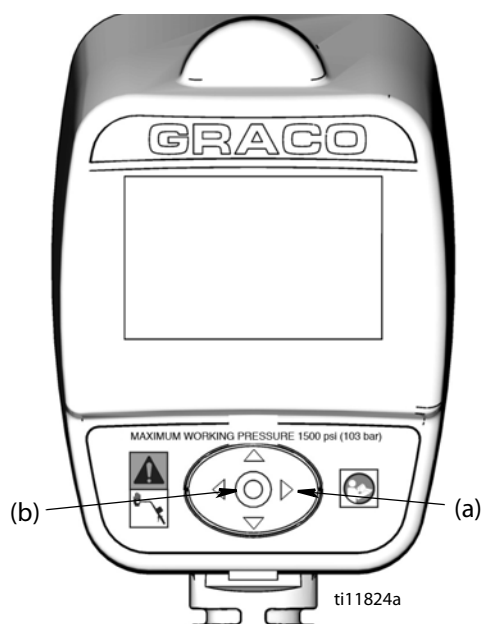
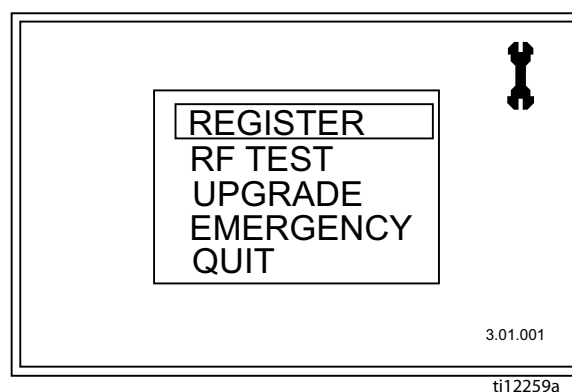

Рис. 3
Рис. 4
Экраны установок основной служебной программы (Рис. 4)
1. Чтобы перейти с экрана раздачи к экрану основной служебной программы, нужно сначала нажать на несколько секунд СТРЕЛКУ ВПРАВО (a) (Рис. 3).
2. Потом вместе со СТРЕЛКОЙ ВПРАВО нажать также центральную кнопку ВВОД (b) (Рис. 3). Удерживайте обе кнопки, пока не появится экран основной служебной программы (Рис. 4).